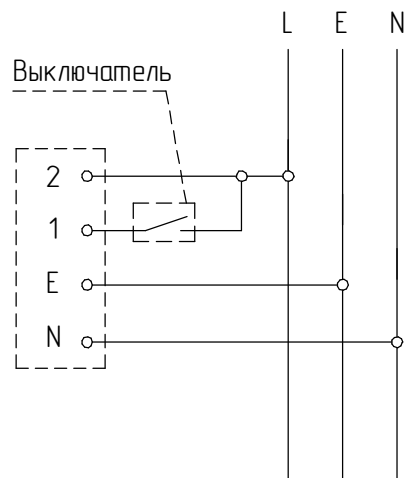
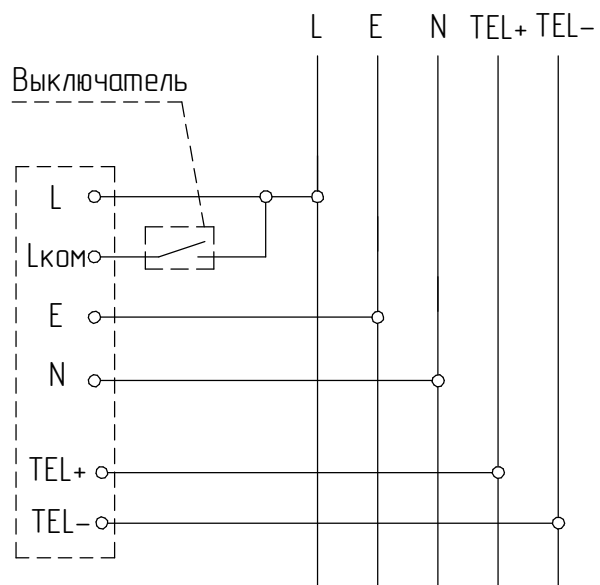

Рисунок 3 - Схема подключения светильника с аварийным блоком питания к сети
Рисунок 4 - Схема подключения светильников с аварийным блоком питания и функцией TELECONTROL к сети
5.7 Подсоедините корпус к сети. Проверьте надежность заземления (рис. 3).
5.8 Подключение светильника с аварийным блоком питания производить согласно схеме (рисунок 3). Подключите фазовый провод некоммутированной сети освещения (т.е. между фидером и светильником не должно быть никаких выключателей, кроме автоматов защиты) к клемме 2, а *фазовый провод* коммутированной сети к клемме 1. Подключение светильника с аварийным блоком питания с функцией TELECONTROL производить согласно схеме (рисунок 4.)